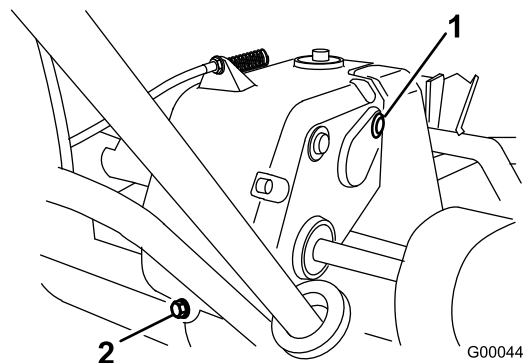

Figure 30
2. Retirez le bouchon de vidange à l'arrière de la transmission (Figure 30).
3. Appuyez sur le guidon et basculez la machine en arrière. Retirez le bouchon de contrôle/remplissage du côté droit de la transmission (Figure 30).